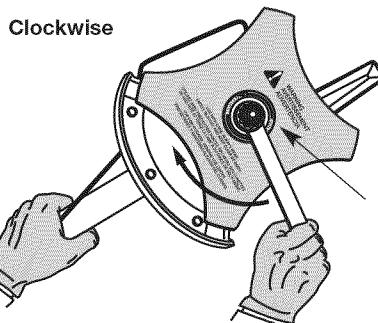

Fig. 14
2. Sujete la varilla de traba en su lugar sosteniéndola al lado del brazo de la unidad (Fig. 14).
3. Mientras sujetas la varilla de traba, afloje la tuerca en la hoja girándola hacia la derecha con una llave de boca cerrada o de cubo de 13 mm (Fig. 14).